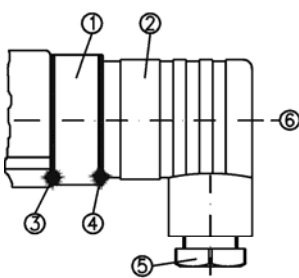

Abb. 7
- ⇒ Lösen Sie die Zentralschraube (Pos. 6) M3x35 und ziehen Sie die Leitungsdose EN 175301-803-A (Pos. 2) vom Gerätestecker (Pos. 1) ab (Abb. 7). Ziehen Sie die Zentralschraube aus der Leitungsdose.